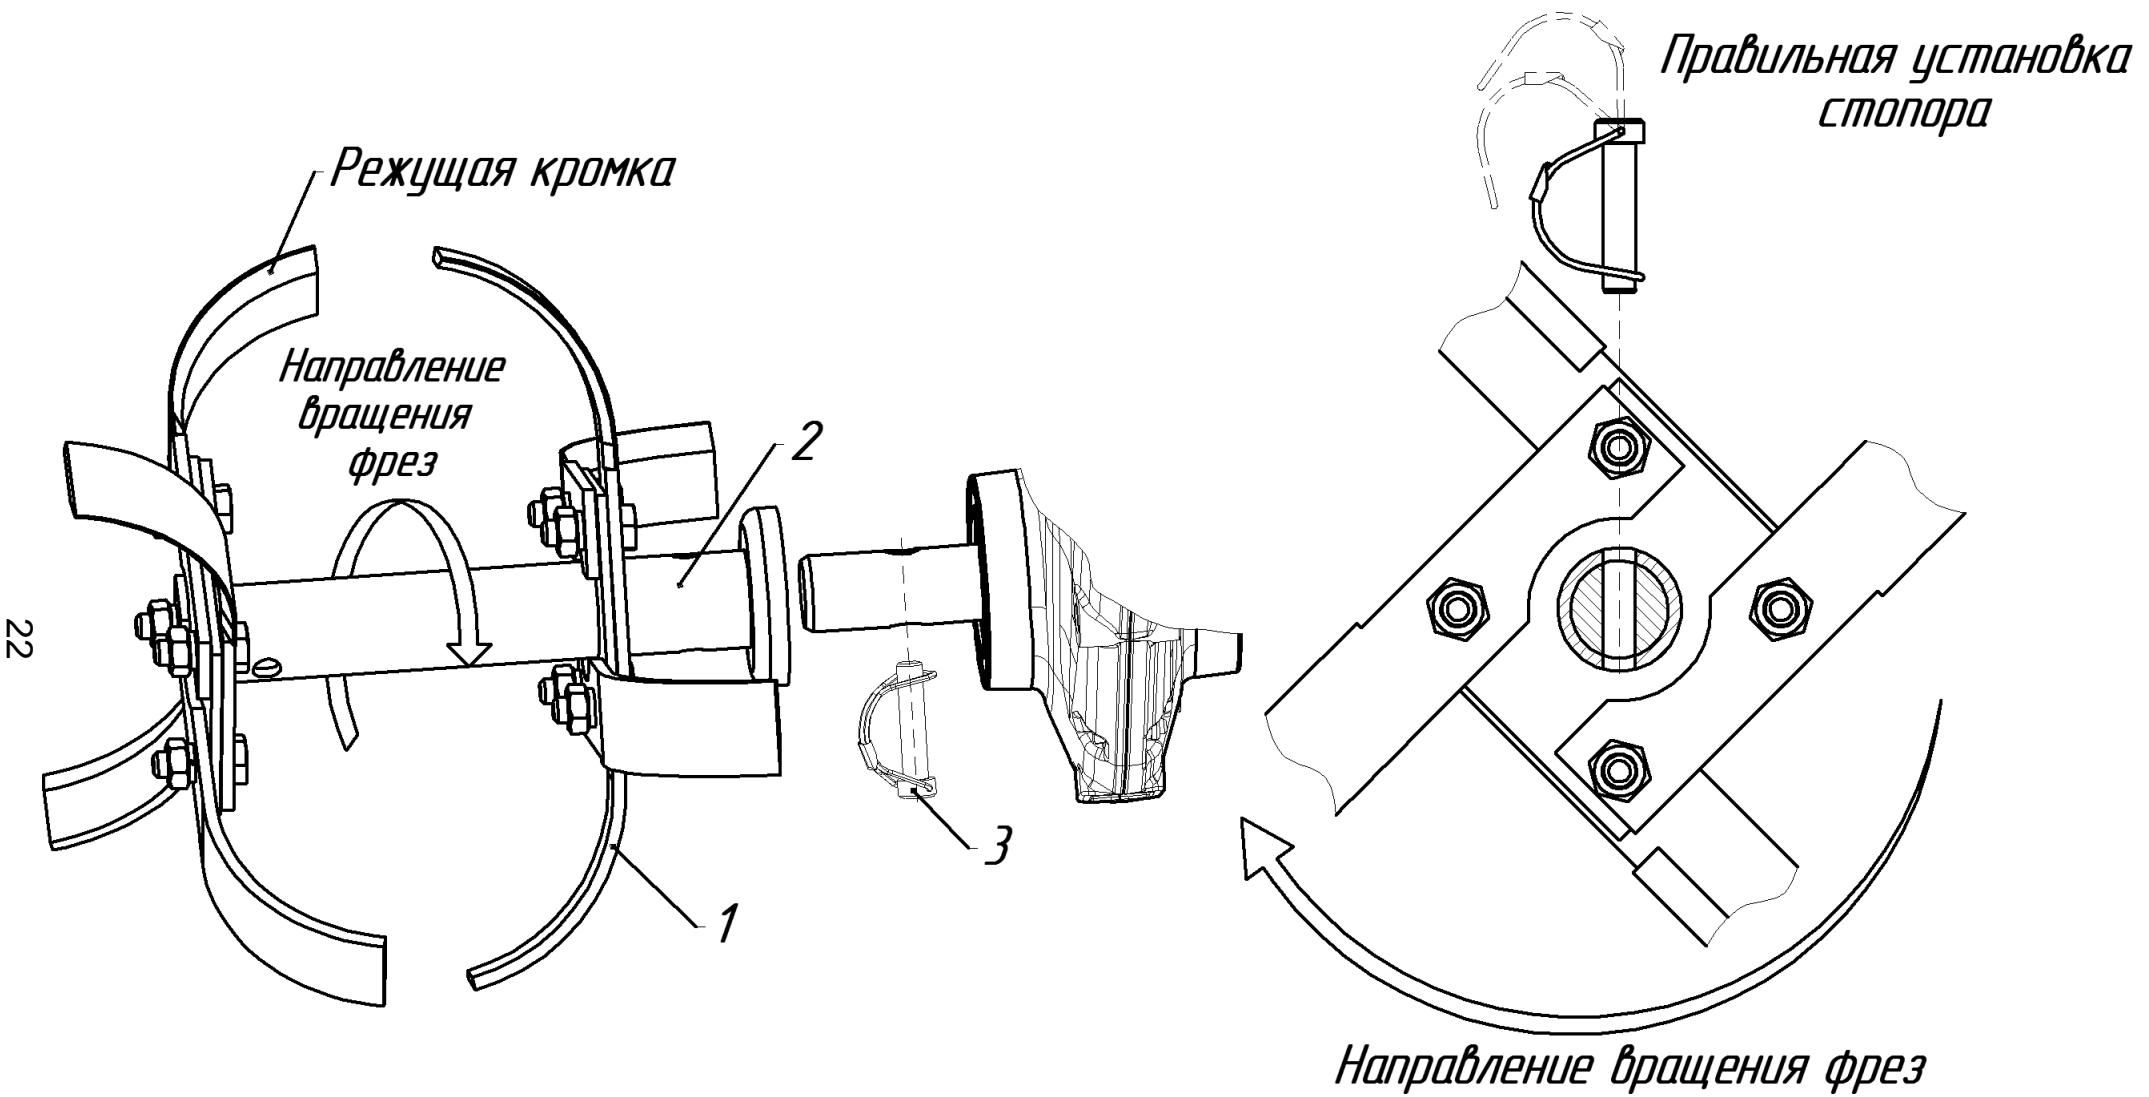

Рис.10 Установка 4-х фрез-культиваторов
7. Установить фрезы-культиваторы на выходной вал редуктора и зафиксировать их стопорами. Стопоры устанавливать спинкой (выгнутой частью) по ходу движения (рис.10, 11).
Установите на выходной вал редуктора и закрепите стопорами необходимое количество фрез-культиваторов (рис.10, 11), установите закрылки (рис.8) и наденьте защитные очки.